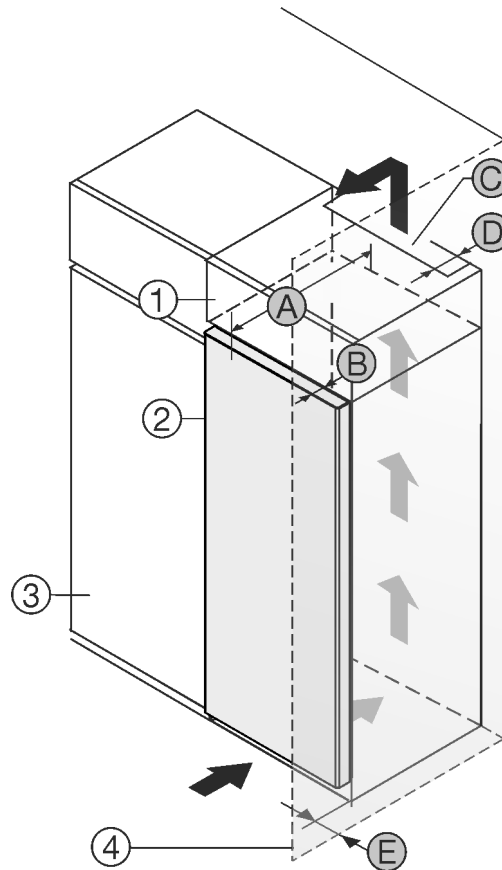

Fig. 1
Zariadenie môžete inštalovať priamo vedľa kuchynskej skrine Fig. 1 (3)*.
Na zadnej strane nastavnej skrine musí byť vetracia šachta s hĺbkou Fig. 1 (D) cez celú šírku nastavnej skrine.*
Pod stropom miestnosti sa musí dodržať prierez vetracieho otvoru Fig. 1 (C)*.
Ak zariadenie nainštalujete so závesmi vedľa steny Fig. 1 (4), tak vzdialenosť medzi zariadením a stenou musí byť minimálne 13 mm.*
Ak zariadenie nainštalujete so závesmi vedľa steny Fig. 1 (4), tak vzdialenosť medzi zariadením a stenou musí byť minimálne 20 mm.*
Aby ste mohli dvere úplne otvoriť, zariadenie musí vyčnievať o hĺbku dverí Fig. 1 (B) prednej časti kuchynskej skrine. V závislosti od hĺbky kuchynských skrií Fig. 1 (3) a použitia dištančných držiakov na stenu môže zariadenie prečnievať ešte viac.*